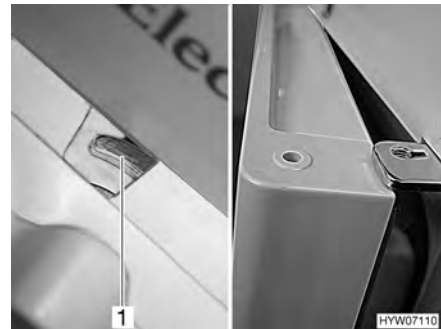

Fig. 145 Porte du réfrigérateur/du compartiment congélation en position de ventilation (Dometic Série 7 avec compartiment congélation séparé)
- Pousser le dispositif de verrouillage complètement vers la droite. La porte du réfrigérateur/du compartiment congélation est fixée à l'aide de l'arrêt de porte (Fig. 145,1). La porte du réfrigérateur/du compartiment congélation reste ainsi légèrement ouverte (Fig. 145).